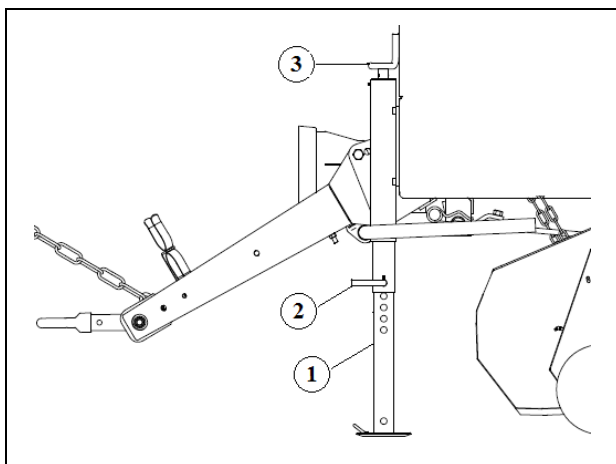

Рис. 44. Опора в стояночном положении
- Для этого опустите (или поднимите) петлю дышла, поворачивая рукоятку (3) опоры (1) (Рис. 44), если машина должна быть сцеплена с сельскохозяйственной сцепкой (разд. 7.3.1.1) или с нижней транспортной сцепкой (разд. 7.3.1.2).